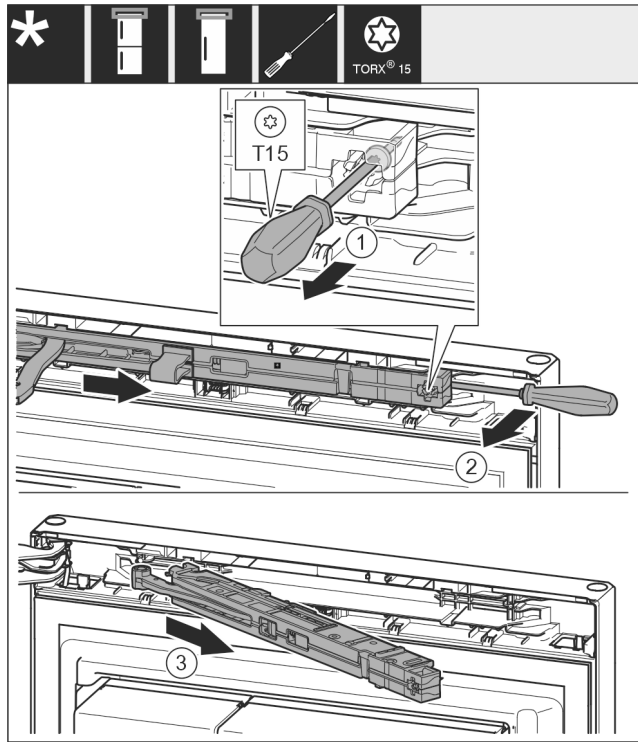

Fig. 8
- ▶ A zárárcsillapító egységénél T15 csavarhúzóval kb. 14 mm mértékben engedje ki a csavart. Fig. 8 (1)
- ▶ Nyúljon a markolat felőli oldalról csavarhúzóval a zárárcsillapító egység mögé, és forgassa előre az egységet. Fig. 8 (2)
- ▶ Húzza ki a zárárcsillapító egységet. Fig. 8 (3)